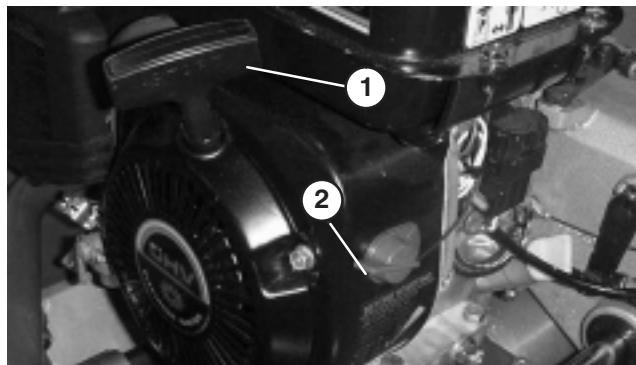

Bild 25
Ziehen Sie am Rücklaufstartergriff (Bild 25), um den Motor zu starten.
Der Ein/Aus-Schalter (Bild 25) befindet sich hinten am Motor. Stellen Sie den Schalter auf die Stellung „Ein“, um den Motor zu starten, und auf die Stellung „Aus“, um den Motor zu stoppen.
- Stellen Sie den Ein/Aus-Schalter (Bild 25) in die Stellung „Ein“.